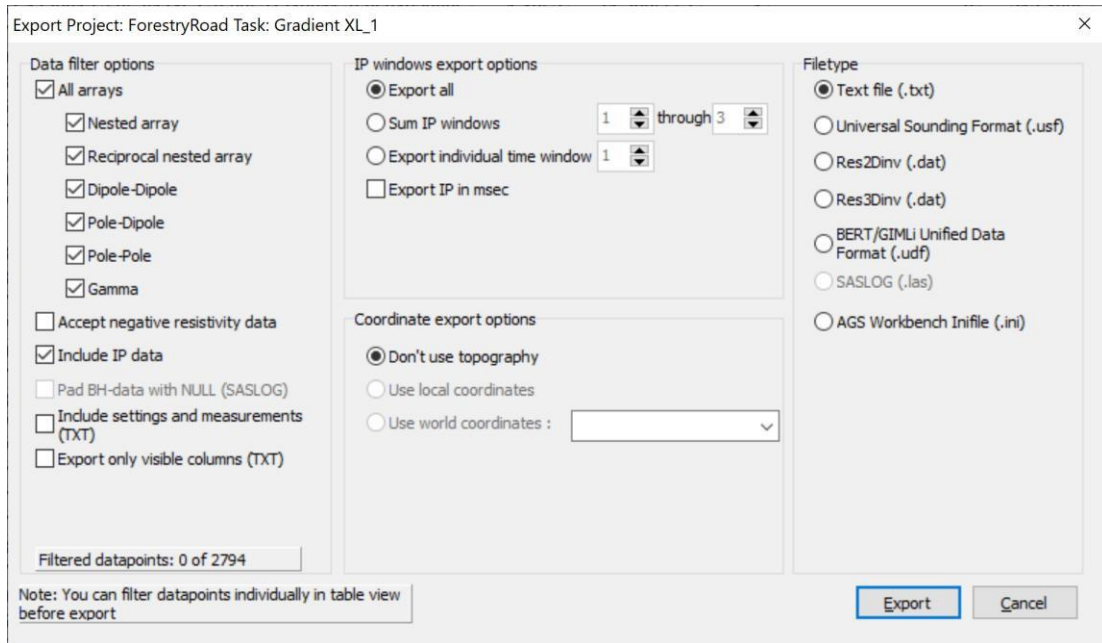

Figura 128 Ventana de exportación de LS Toolbox
- Exportar datos a varios formatos diferentes ("Exportar...", ver Figura 128)